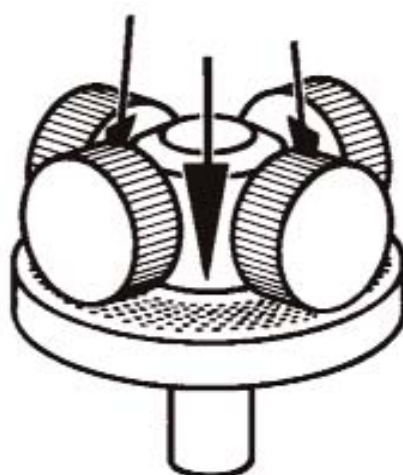

Figura 2.
2. Como prensa de matriz plana: los rodillos giran sobre la matriz plana horizontal y el producto es prensado de arriba hacia abajo a través de los taladros de la matriz (figura 2).